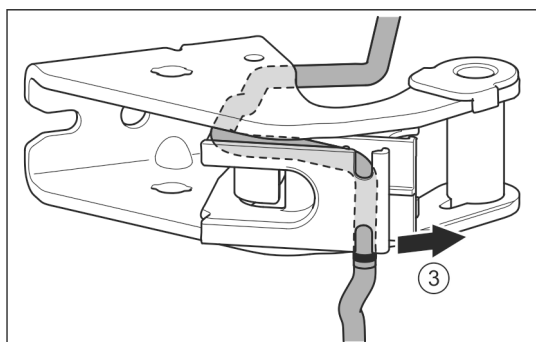

Fig. 25
- ▶ Desfaceți cablul din ghidaj. Fig. 25 (3)